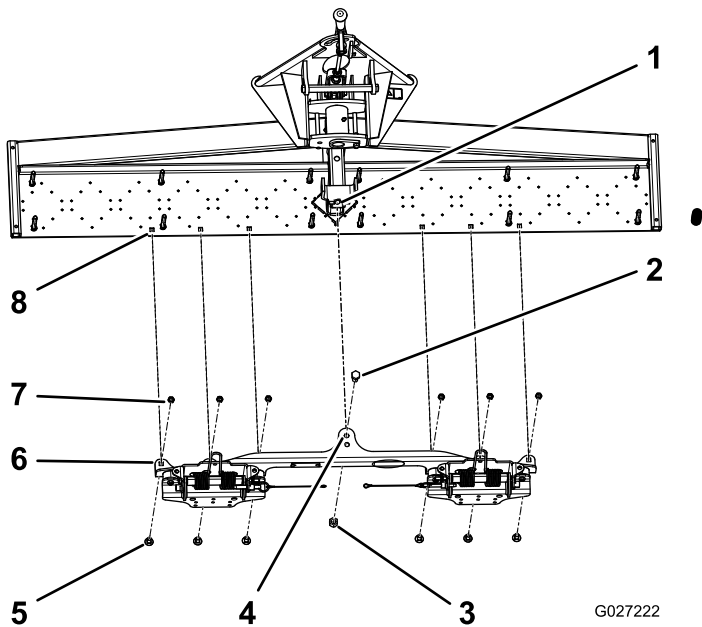
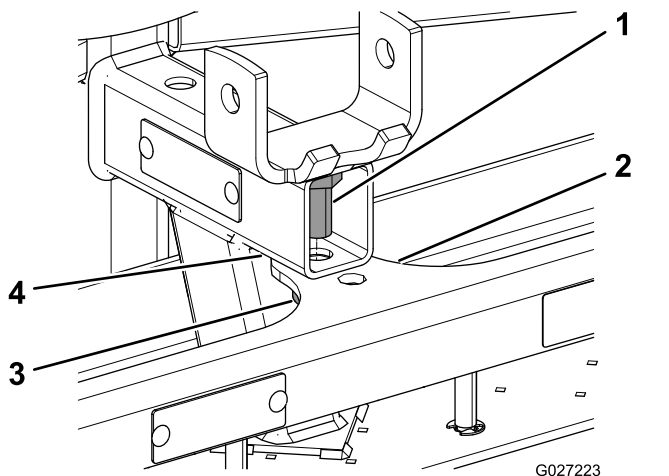
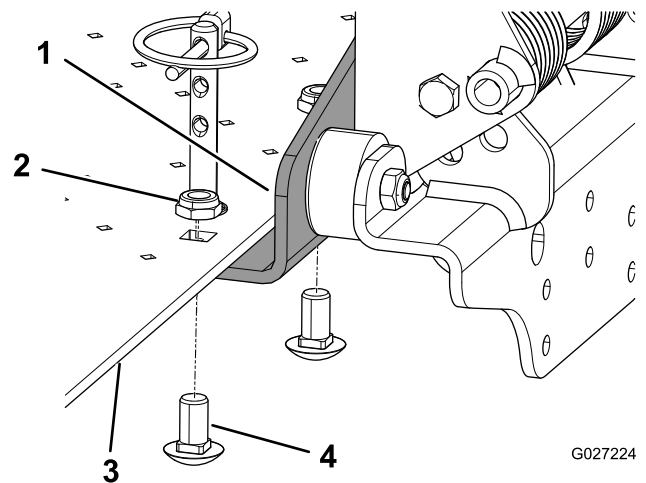
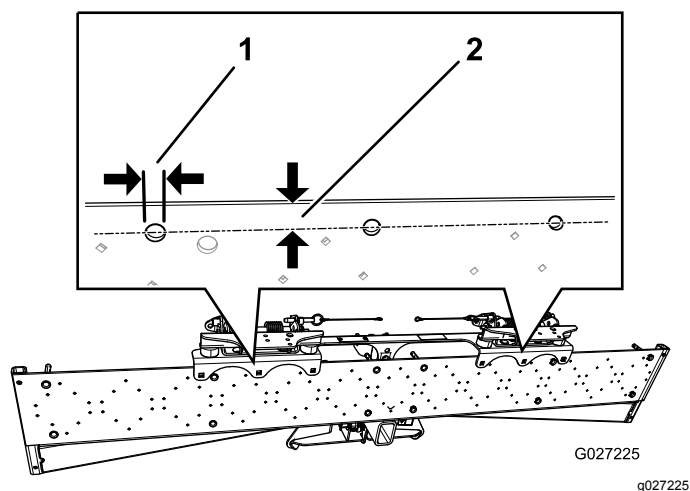

Figura 4
Figura 5
Figura 6
Figura 7
1. Allineate il foro **anteriore** dell'aletta centrale sulla staffa dello scarificatore con il foro sul tubo rettangolare sullo scarificatore (Figura 4 e Figura 5).
2. Montate il bullone (1/2" x 1") attraverso entrambi i fori, quindi fissatelo con il dado (1/2"); fate riferimento a Figura 5.
3. Allineate i 6 fori nelle alette sulla staffa dello scarificatore con i 6 fori sulla piastra inferiore dello scarificatore (Figura 4 e Figura 6).
Nota: Le macchine con numero di serie 314999999 e inferiori potrebbero non disporre di fori preesistenti. Se non sono presenti fori nella piastra inferiore dello scarificatore, segnate e praticate sei fori da 10 mm, in base alle esigenze. Montate prima il bullone e il dado centrali (Figura 5) e posizionate la staffa dello scarificatore in modo che il **centro** di ciascun foro si trovi a 17 mm di distanza dal bordo della piastra inferiore (Figura 7).
1. Foro di 10 mm (6) 2. 17 mm
4. Montate un bullone a testa tonda ($\frac{3}{8}$ " x $\frac{3}{4}$ ") attraverso il fondo di ciascun foro, quindi fissate ciascun bullone a testa tonda con un dado ($\frac{3}{8}$ "); fate riferimento a Figura 6.
5. Serrate il dado e il bullone montati nel passaggio 2 (Figura 5).